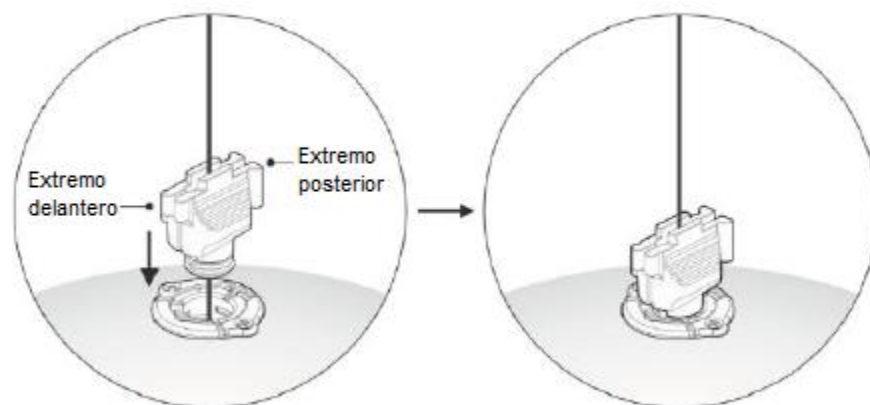

IMAGEN 11: Instalar el Touch-loc en el anillo agujero de trépano.
4. Presione el extremo delantero con los dedos para colocar el Touch-loc firmemente en el anillo del orificio de trépano (Imagen 11). Asegúrese de que la parte superior del Touch-loc esté más baja que la parte inferior de las tres ranuras del anillo del orificio de trépano y que la dirección de apertura de la abrazadera esté orientada hacia el lugar donde la cánula está más cerca del borde del anillo del orificio de trépano.